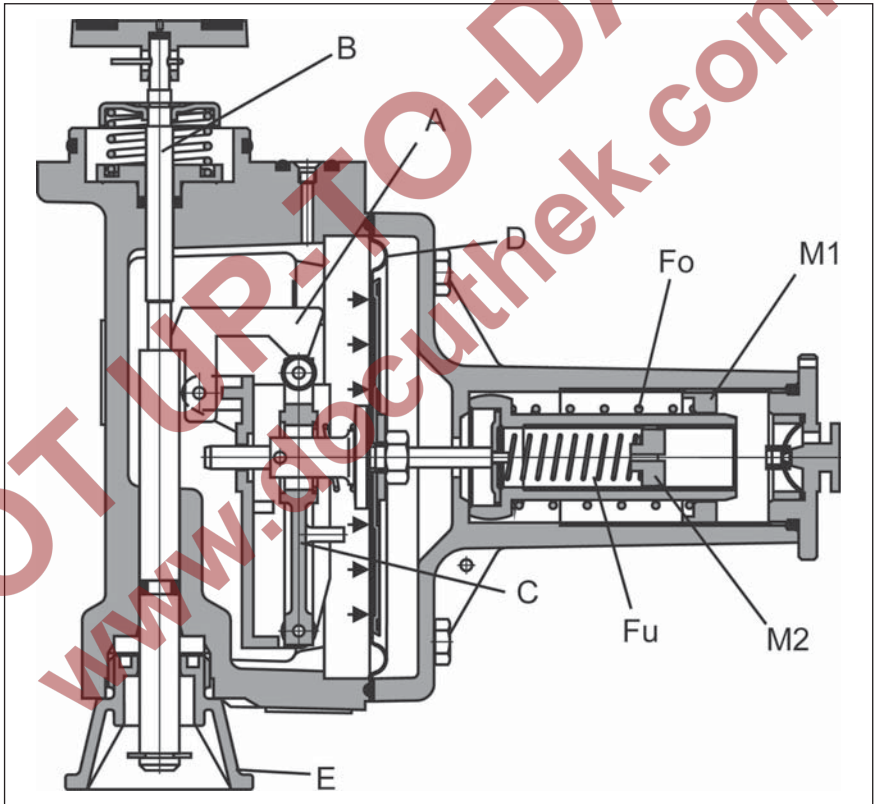

Bild 2-8, SAV (bis 1997) - Betriebsposition
Das Sicherheitsabsperrrventil in der geöffneten, betriebsbereiten Position ist in Bild 2-8 dargestellt. Hierbei ist der Schalthebel (A) in die Ventilspindel (B) eingeklinkt; die drehbar gelagerte Schaltwippe (C) befindet sich in senkrechter Stellung. Die unter der Membrane (D) aus dem Druck p_d resultierende Kraft wirkt den Kräften der Federn (F_o , F_u) entgegen. Das Ende der Ventilspindel (B) ragt weit in die eingeschraubte Entriegelungsschraube (E) hinein. Das SAV ist betriebsbereit.